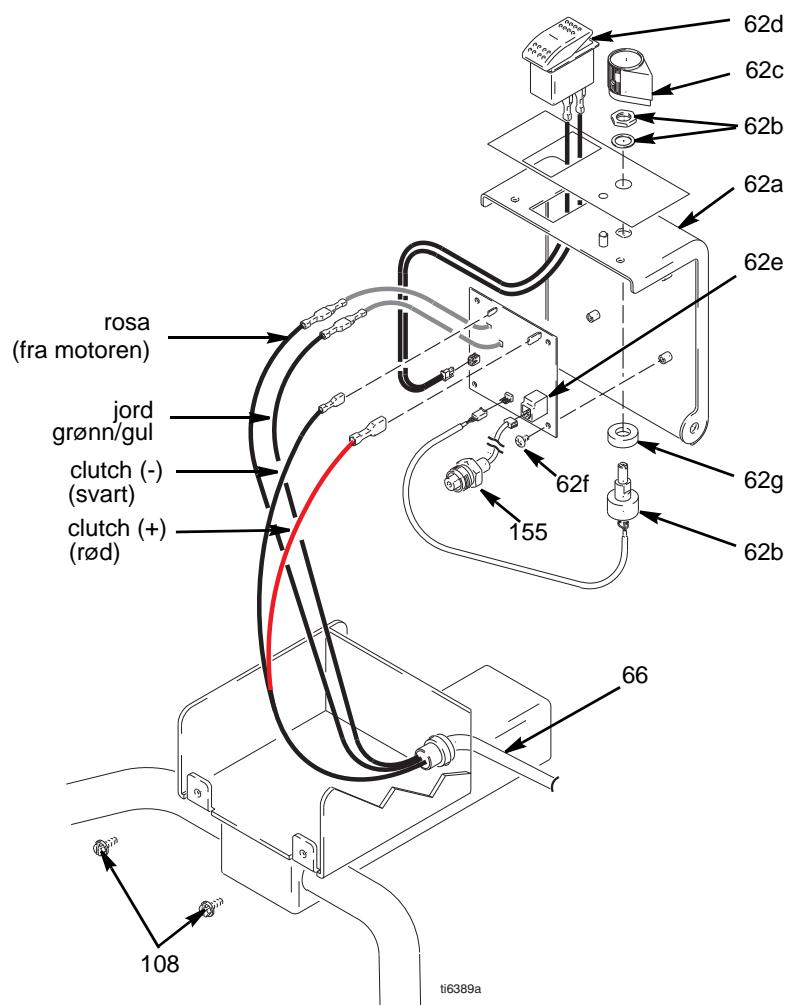

FIG. 14
2. FIG. 14. Ta ut to skruer (108) og åpne dekslet (62a).
- FIG. 14. Ta ut to skruer (108) og åpne dekslet (62a)
- Kople motorledningen og jordledningen fra kabelstokken (66).
- Ledning fra transduser (155)
- FIG. 14. Monter styrekortet (62e) med fire skruer (62f).
- Lukk dekslet (62a) og fest det med to skruer (108).
- Fjern transduserledningen (155) fra styrekortet (62e).
- Trekk transduserkoplingen gjennom strekkisoleringsforingen (151).
- Fjern transduseren og o-ringene (99) fra filterhuset (67).
- FIG. 14. Sett o-ringene (99) og transduseren (155) i filterhuset (67). Trekk til med et moment på 35 – 45 ft-lb.
- Monter ledningen (E) på styrekortet (62e).
- FIG. 14. Monter potensiometeret, akselmutteren, låseskiven og potensiometerknotten (62c).